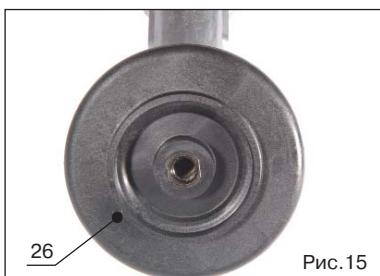

Рис.15
3. Установите на вал верхний пластиковый фланец (поз.26, рис.15)